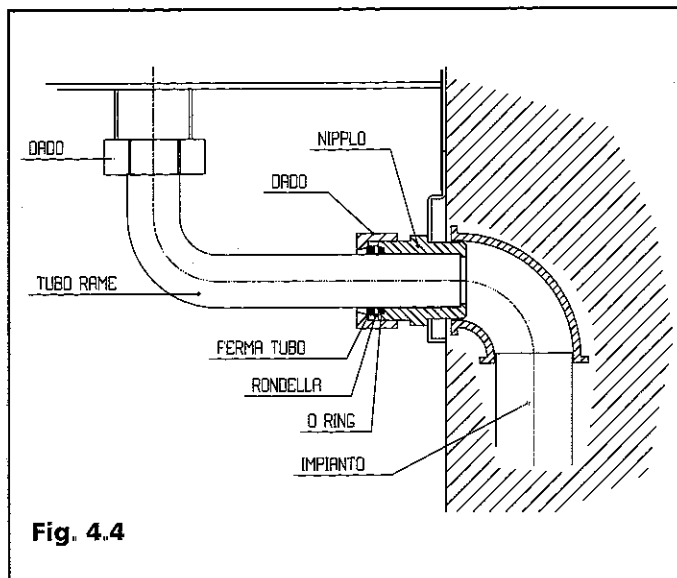

Fig. 4.4
(Fig. 4.4)
4.6 Collegamento mandata e ritorno sanitario (Fig. 4.4)